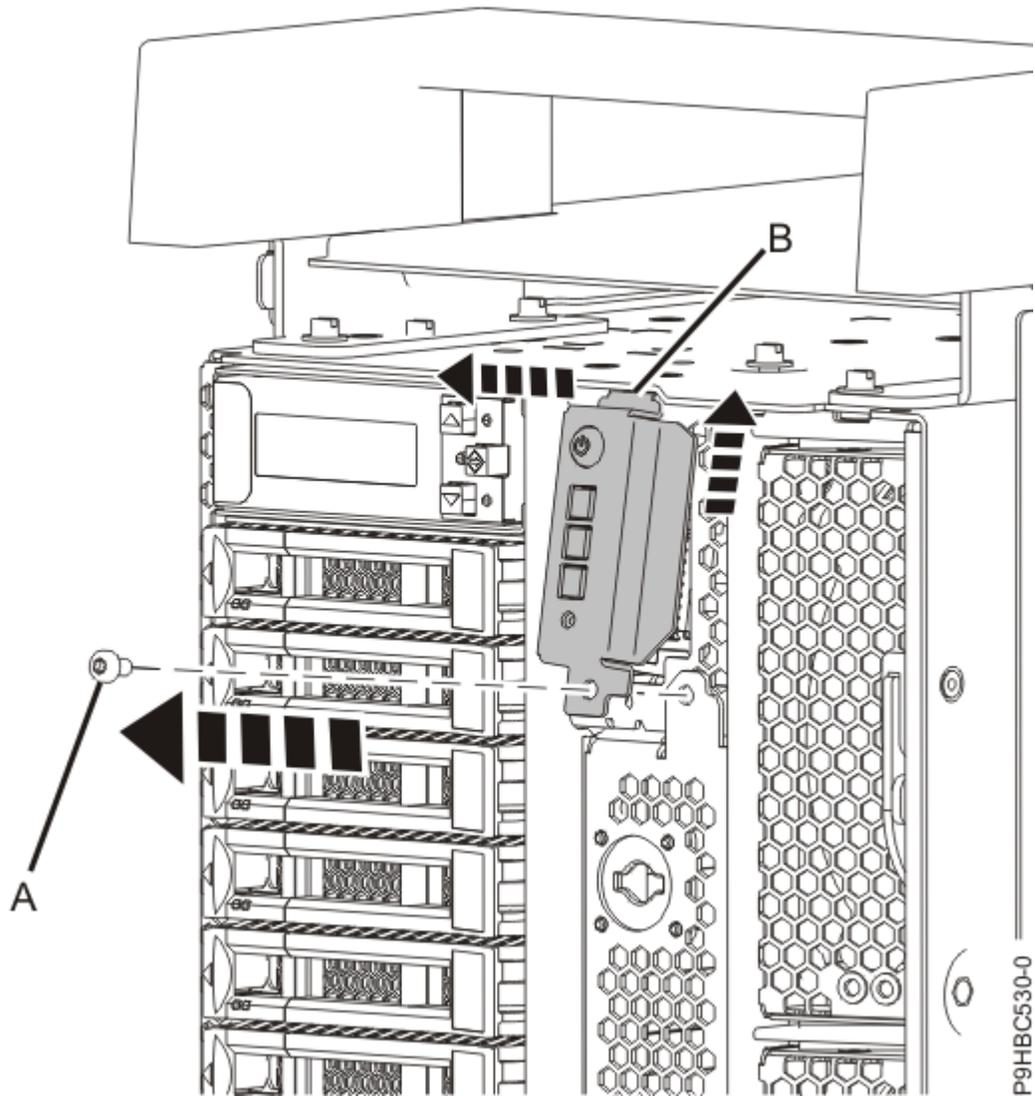

Figura 66. Desapertar o painel de controlo de um sistema autónomo
- a) Remova o parafuso **(A)** que fixa o painel de controlo ao sistema conforme apresentado na Figura 66 na página 71, então rode o painel de controlo para cima até soltar a patilha superior **(B)**.